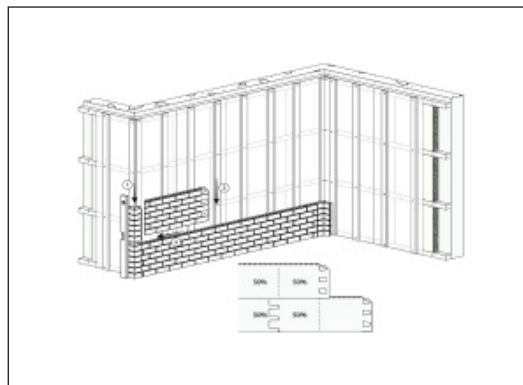
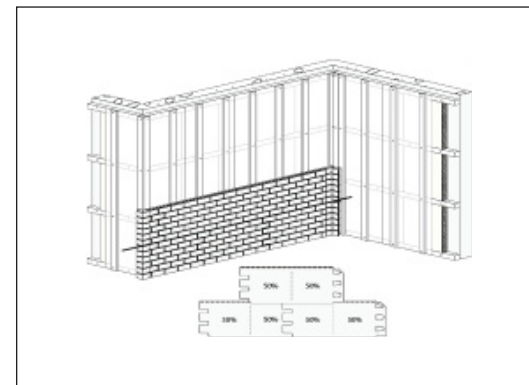

图8 第二行起始板安装
图9 错缝
- 4.13 第二行起始板安装 (见图 8)。安装砖头款和石头款墙板时, 板材应该从中间 50% 的位置切割开; 上一层和下一层宜互相错开, 保证纹理美观 (见图 9)。